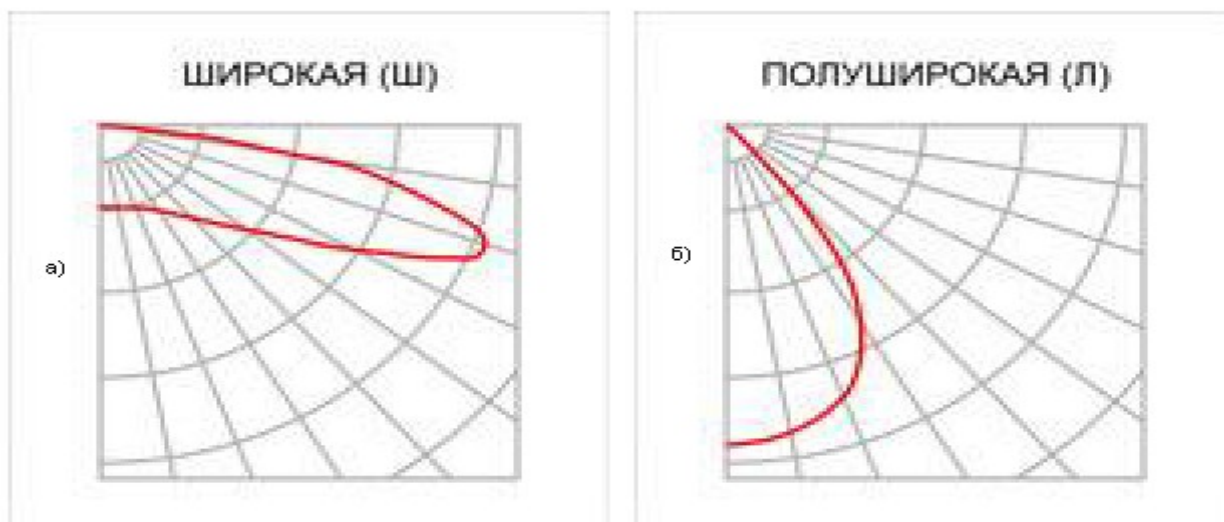

Рисунок 1- Диаграмма направленности светильника Триумф-Т-Ш: а) - вид вдоль зоны периметровой охраны; б) - Вид поперек зоны периметровой охраны.
1.2.1 Светильники Триумф-Т-Ш в направлении вдоль зоны периметровой охраны имеют широкую диаграмму направленности с двойным углом раствора 150° (рисунок 1а); в направлении поперек зоны периметровой охраны - полуширокую с двойным углом раствора 85° (см рисунок 1б).